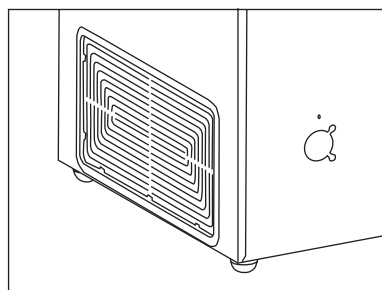

fig. 3
**BELANGRIJK!** Het ventilatierooster moet vrij toegankelijk zijn (fig. 3).